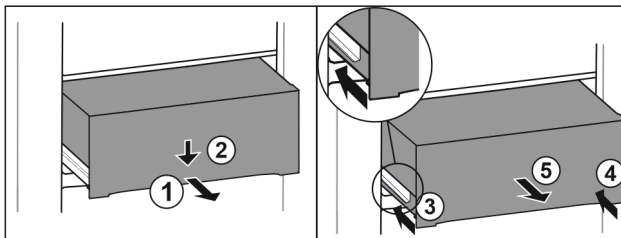

Fig. 106
- ▶ Extrageți pe jumătate sertarul. Fig. 106 (1)
- ▶ Apăsați în jos sertarul pe partea frontală. Fig. 106 (2)
- ▶ Inserați șina stângă aproximativ 2 cm. Fig. 106 (3)
- ▶ Inserați șina dreaptă aproximativ 2 cm. Fig. 106 (4)
- ▶ Extrageți sertarul spre înainte. Fig. 106 (5)